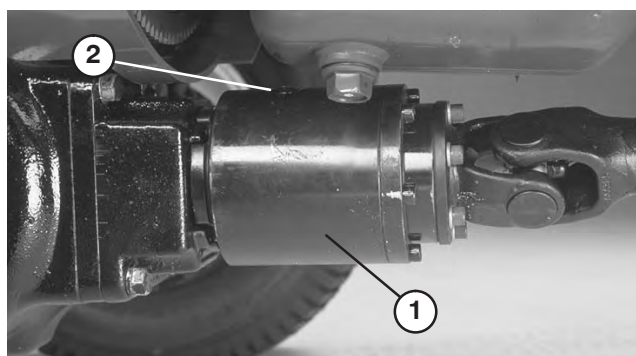

Bild 77
3. Drehen Sie die Kupplung, sodass die Prüfschraube nach unten gerichtet ist (Bild 77).